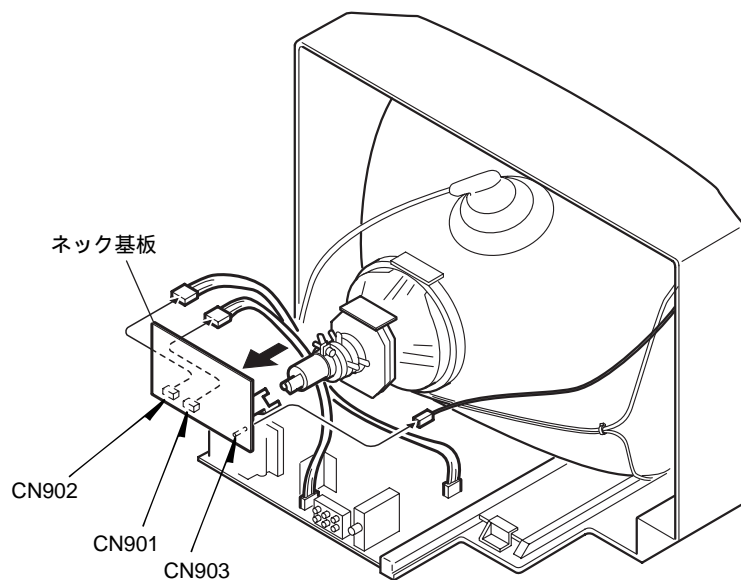

Fig. 4-1
4. NK C. B (ネック基板) の外し方 (Fig.4-1参照)
- (1) CN901、CN902、CN903 を外す。
- (2) 矢印方向にネック基板を外す。(Fig. 4-1参照)